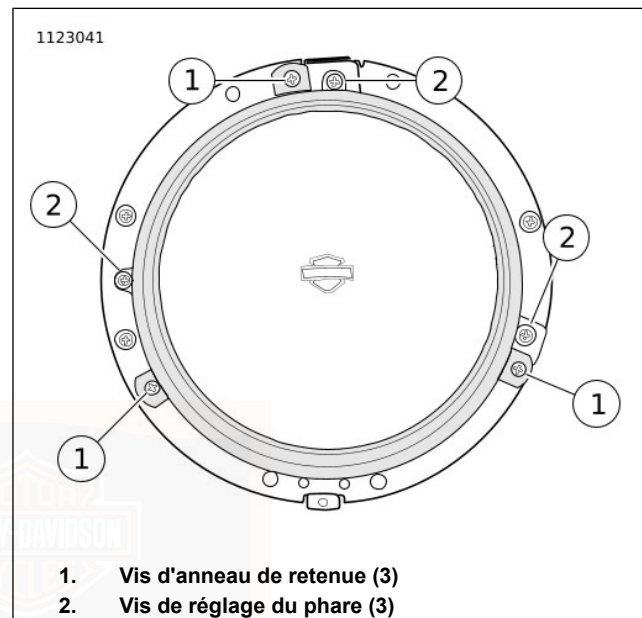

Figure 83. Anneau de retenue du phare
3. Voir Figure 83. Retirer les vis (1) d'attache de l'anneau de retenue.
2. Voir Figure 83. Attacher l'ensemble de phare avec l'anneau de retenue et les vis (1). Serrer à un couple de 2,6–2,9 N·m (23–26 **in-lbs**).